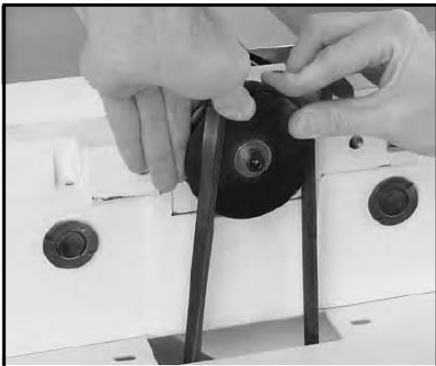

Рис. 6
8. Наденьте клиновой ремень на шкив двигателя, затем намотайте его на шкив режущей головки, как показано на рис. 6.